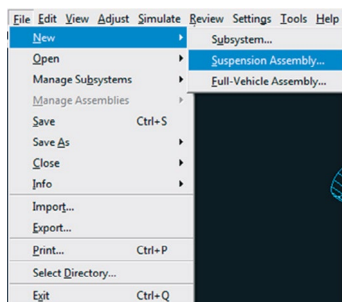

Figura 4.116 – Criando um *Assembly*.
- Ainda na tela onde foi criado o subsistema da suspensão, acesse o menu *File* → *New* → *Suspension Assembly* (Figura 4.116).